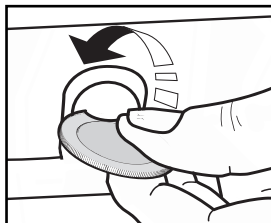

Fig. 4
1. Avlägsna skruvarna och deras brickor till höger och vänster med hjälp av ett mynt eller specialverktyg (Fig. 4).